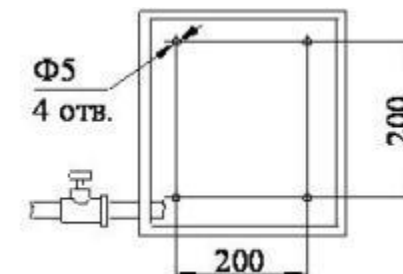

Рис.2
- 3.1. Монтаж устройства (см. рис.2) к строительным конструкциям осуществляется через отверстия в задней стенке корпуса устройства крепежными деталями.